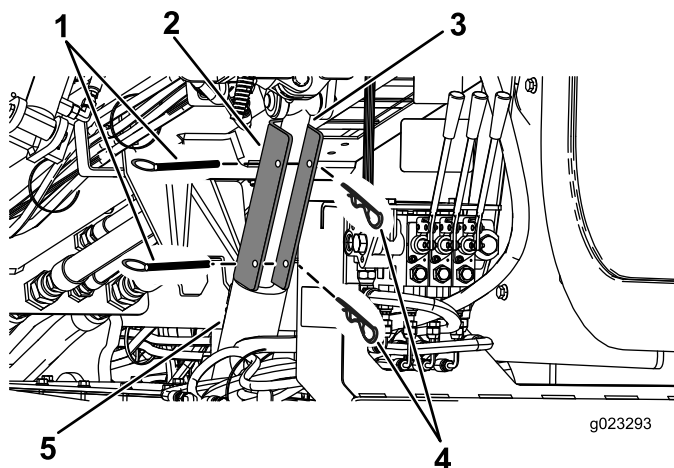

Figure 99
4. Placez le dispositif de blocage de vérin sur la tige du vérin (Figure 99).
5. Fixez le dispositif de blocage du vérin avec la goupille fendue et l'axe de chape (Figure 99).
4. Enlevez la goupille fendue et l'axe de chape qui retiennent le dispositif de blocage de vérin (Figure 99).